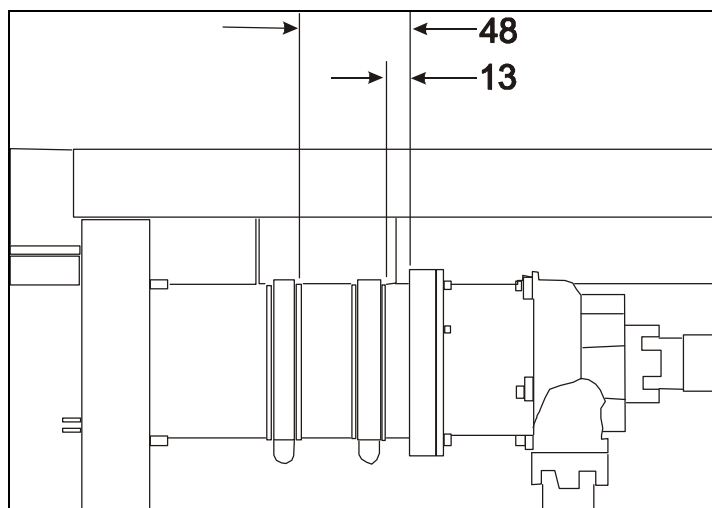

FIGURE 3
- Couper 2 bandes de longueur adéquate dans la bande de caoutchouc fournie (506728) puis positionner les bandes de caoutchouc et les colliers de fixation (504235) sur la pompe (voir la fig. 3).